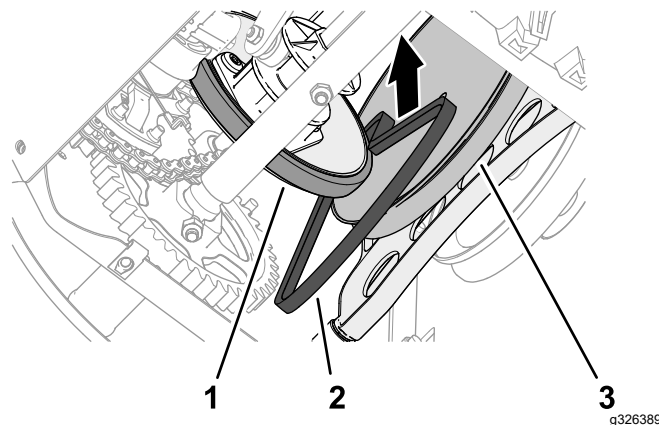

Figura 49
1. Fate scorrere la cinghia di trazione tra la ruota di frizione e la puleggia di trazione e nella macchina (**Figura 49**).